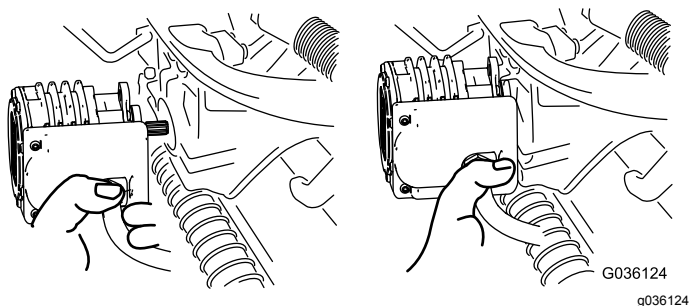

Figura 53
4. Spostate il motore in posizione di stoccaggio davanti al braccio di sospensione (Figura 53).